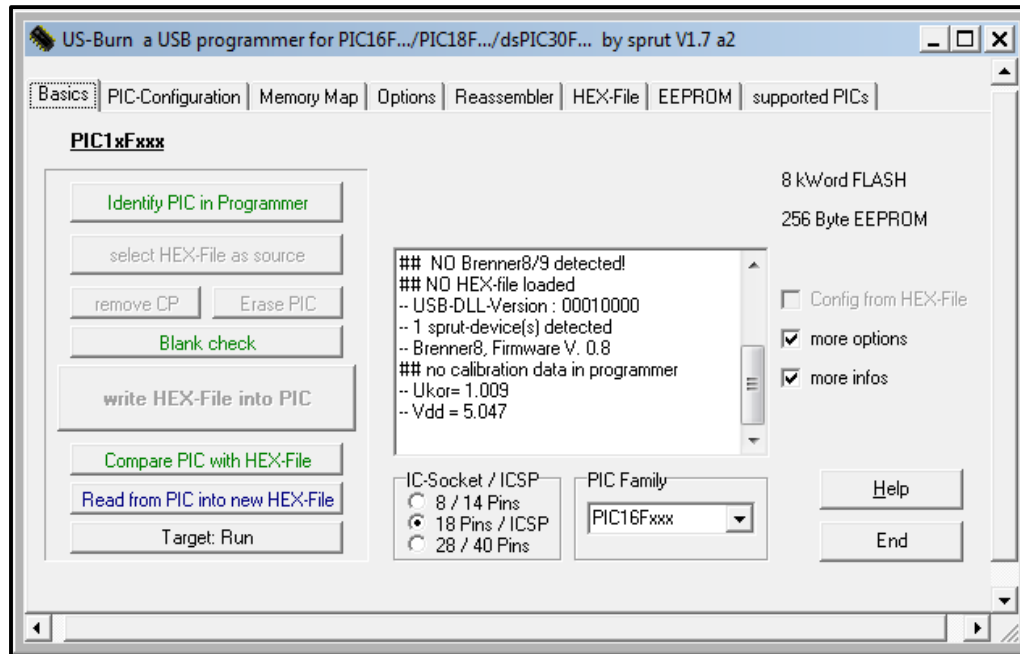

Figura 25. Software PIC-600 listo para iniciar la programación del PIC.
9. Retire el PIC16F84A del circuito que ya debes de tener armado en el protoboard y colócalo en el programador con la muesca hacia arriba como se muestra en la *figura 25*. Luego baje la palanca para asegurar el Microcontrolador.